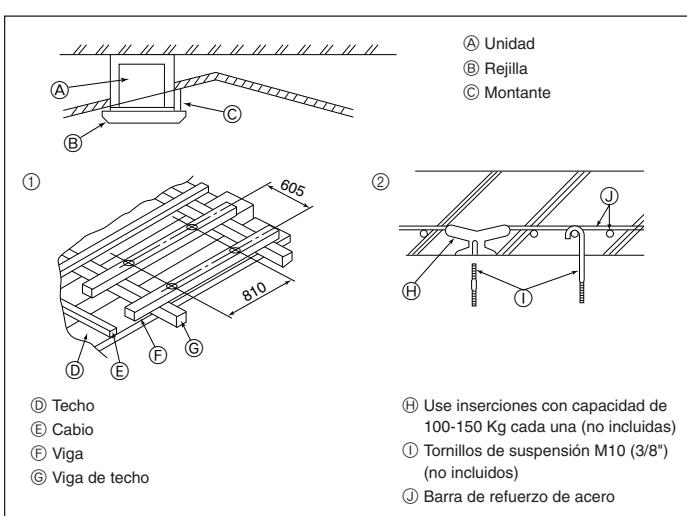

Fig. 2-4
2.4. Estructura de suspensión (Refuerzo de la estructura de suspensión) (Fig. 2-4)
① Estructuras de madera
② Estructuras de hormigón armado